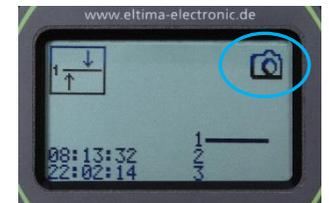

Abbildung 4: Arbeitsebene
- Schalten Sie den **joker²** Controller ein, indem Sie mindestens 2 Sekunden auf die Taste  drücken. Auf dem Display wird die Arbeitsebene, Abbildung 4, mit dem Symbol  angezeigt.